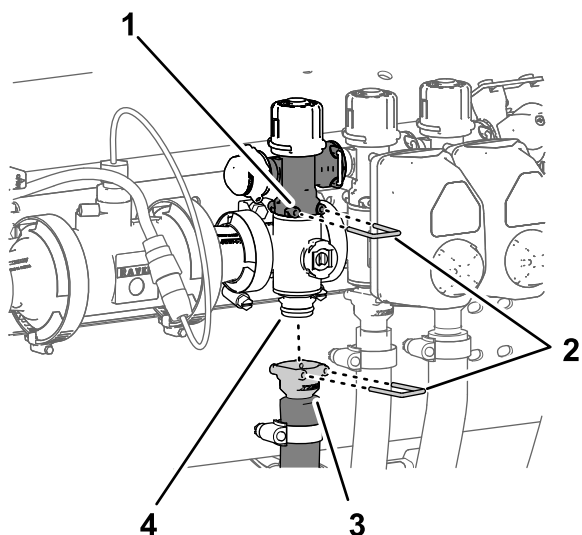

図 133
3. ブームバルブマニホルドのクイックコネクフィッティングを、ブームバイパスバルブのクイックディスコネクソケットに組み付けて、クイックコネクピンで固定する 図 132 と 図 133。
- boomホースのクイックコネクカップラを、boomバルブマニホルドのクイックコネクフィッティングに組み付けて、クイックコネクピンで固定する 図 133。